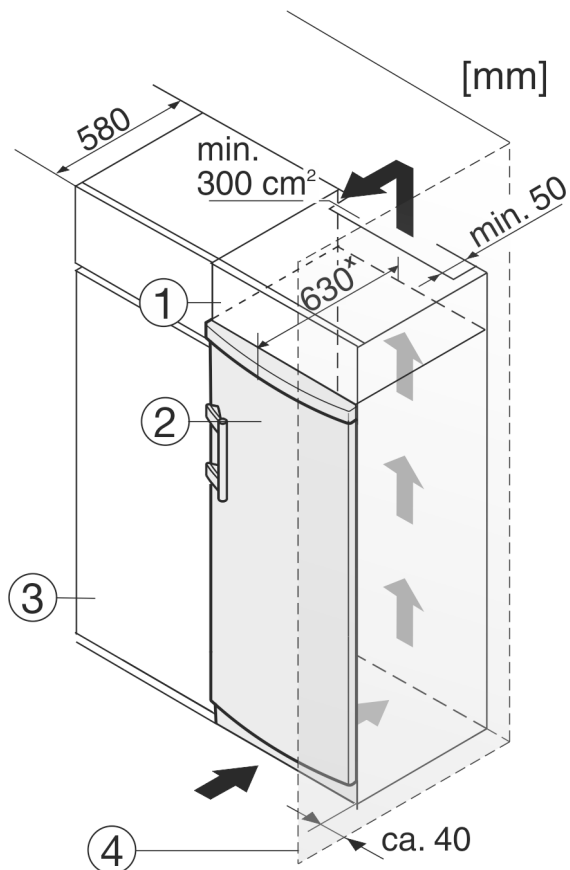

Fig. 10
- (1) Nadstavná skrinka
- (2) Zariadenie
- (3) Kuchynská skriňa
- (4) Stena
Zariadenie môže byť zabudované medzi kuchynskými skriňami. Aby sa zariadenie Fig. 10 (2) prispôbilo výške kuchynskej linky, môže sa nad zariadením umiestniť nadstavná skrinka Fig. 10 (1).
Pri vstavaní s kuchynskými skriňami (hĺbka max. 580 mm) je možné zariadenie inštalovať priamo vedľa kuchynskej skrine Fig. 10 (3). Zariadenie vyčnieva nabok 34 mm * a v strede zariadenia 50 mm * oproti prednej časti kuchynskej skrine.
Ak je zariadenie umiestnené so zavesením vedľa steny Fig. 10 (4), musí vzdialenosť medzi zariadením a stenou činiť minimálne 40 mm. To zodpovedá presahu držadla pri otvorených dverách.